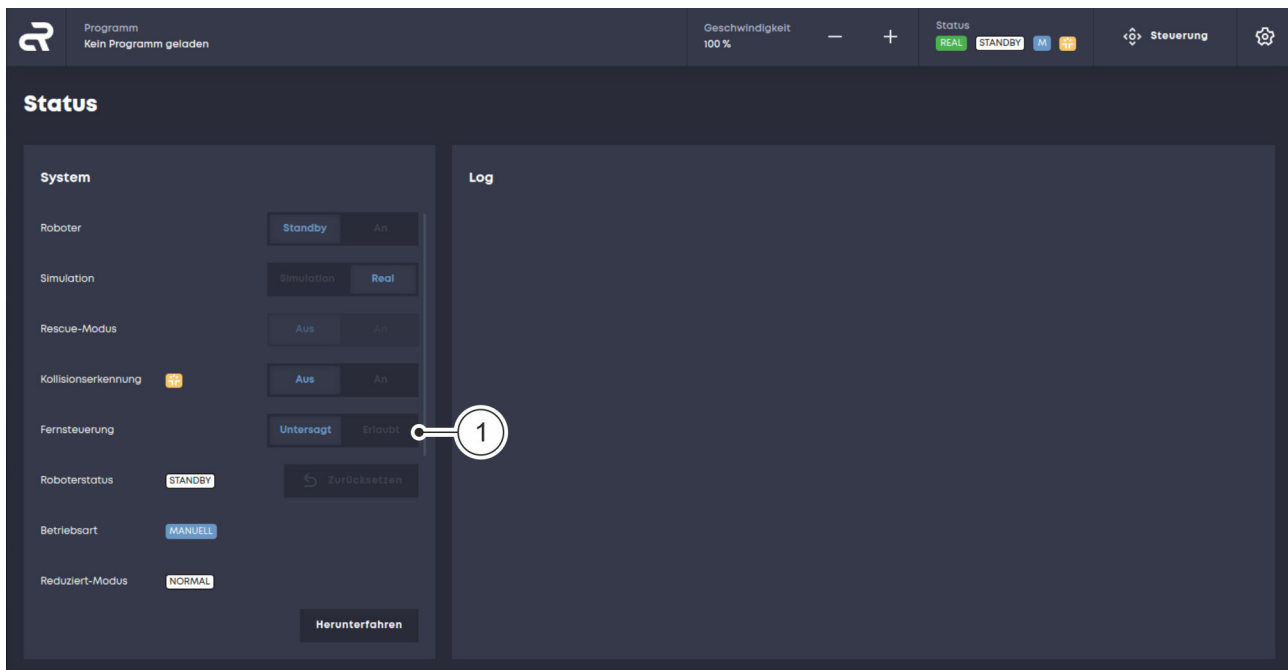

Abb. 45 Remote-Modus
01. Im Menü „Status“ beim Punkt „Fernsteuerung“ auf die Schaltfläche „Erlaubt“ klicken Abb. 45/1.